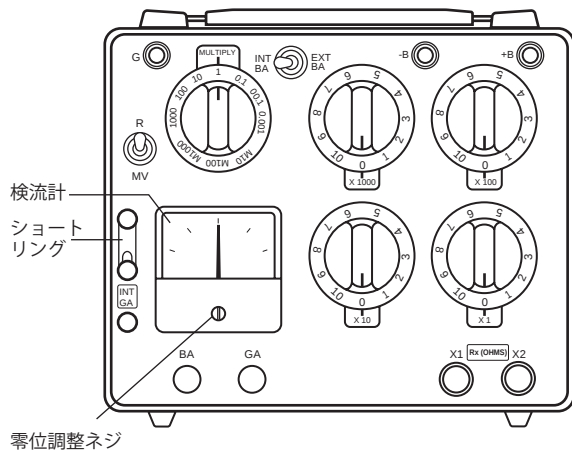

図 3.1 内付検流計の接続
- (1) EXT. GA 端子が図 3.1 のようにショートリング（短絡片）により確実に短絡されていることを確かめます。
- (2) Rx 端子を開放して、GA・BA 両押ボタンは押さずに、検流計指示が 0 を示すことを確かめます。